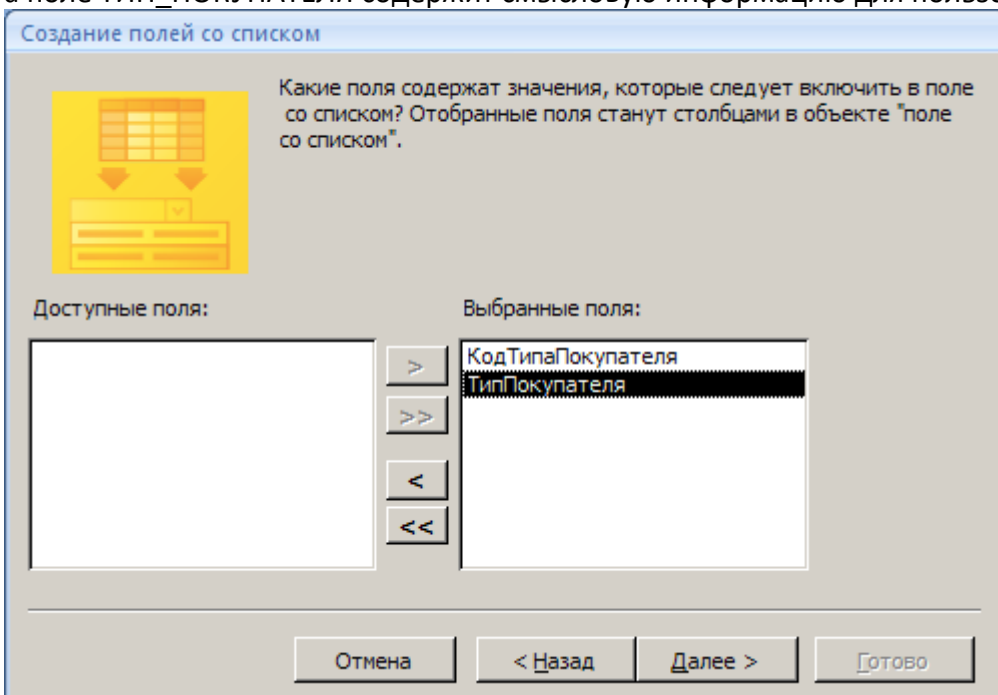

Рис.4. Выбор полей для списка
8. В следующем диалоге вам предлагают определиться с составом будущего списка. В нашем случае удобнее перенести оба поля: КОД_ТИПА является полем для связи таблиц, а поле ТИП_ПОКУПАТЕЛЯ содержит смысловую информацию для пользователя (рис. 4).